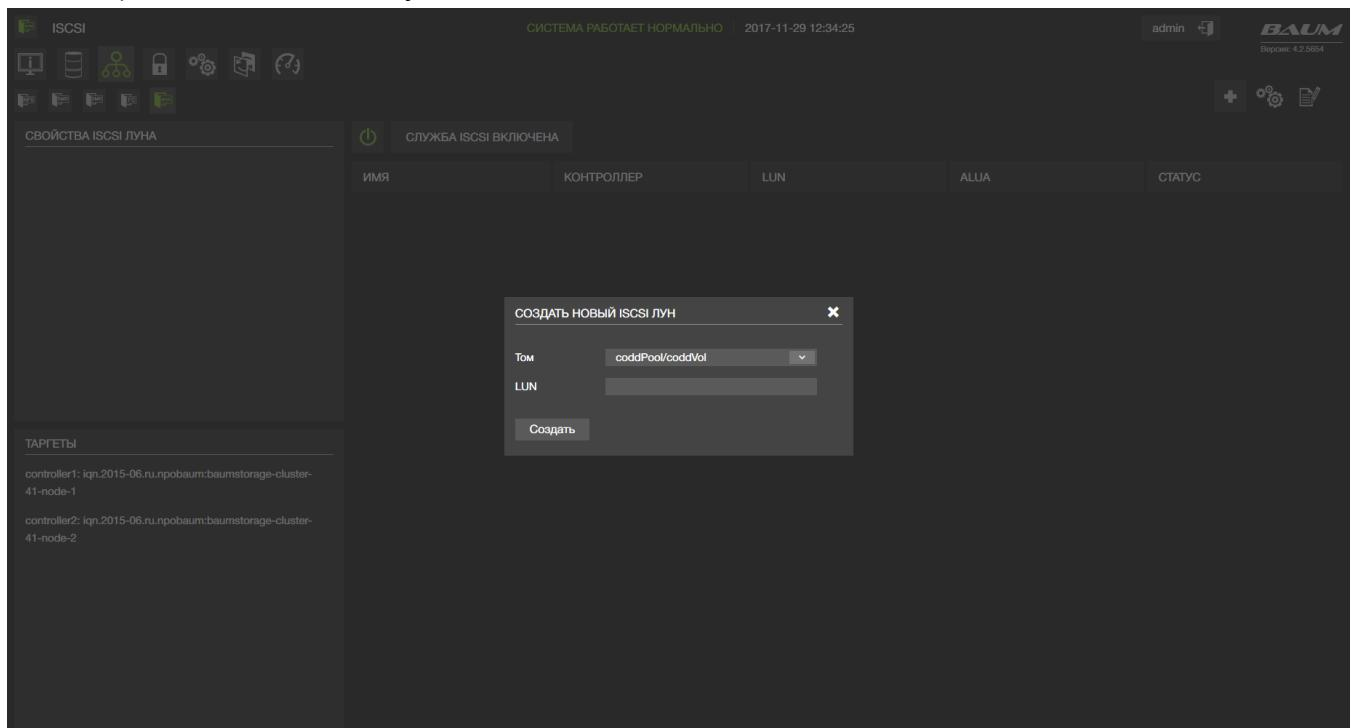

Рисунок 51 – Создание iSCSI LUN
- 3) Выбрать Том из выпадающего списка (если список пуст, то перейти к пункту 2.2.1. «Создание виртуального тома»). (см. Рисунок 51)